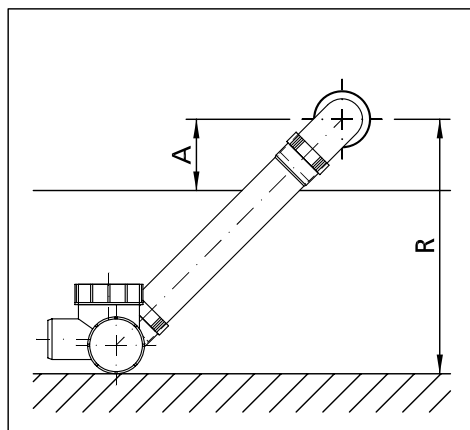

Bild 3
4. Eine geringere Bauhöhe kann auch durch Schrägstellung des Standrohres erreicht werden (Bild 3).